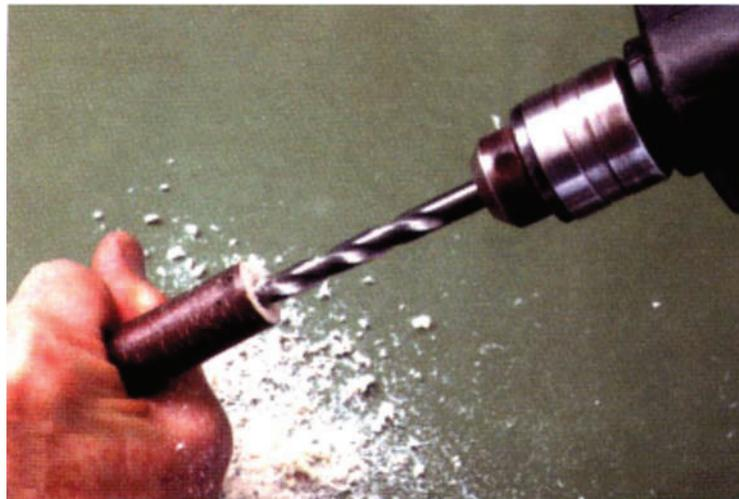

Figure A-1 Percer un trou
1. Percer un trou dans la branche dont le diamètre est le plus grand. Celle-ci doit faire environ 11 à 12 cm de longueur et avoir l'épaisseur d'un manche à balai. Arrêter de percer avant d'avoir atteint l'autre côté (voir figures A-1 et A-2).